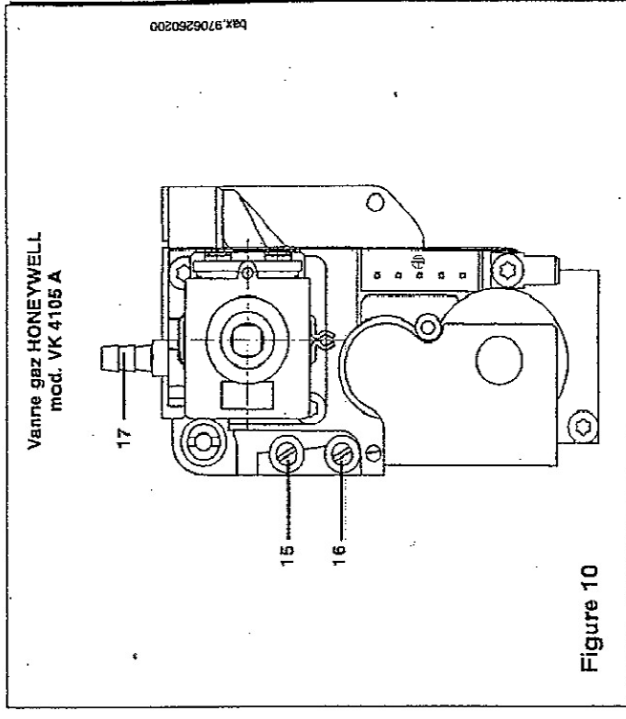
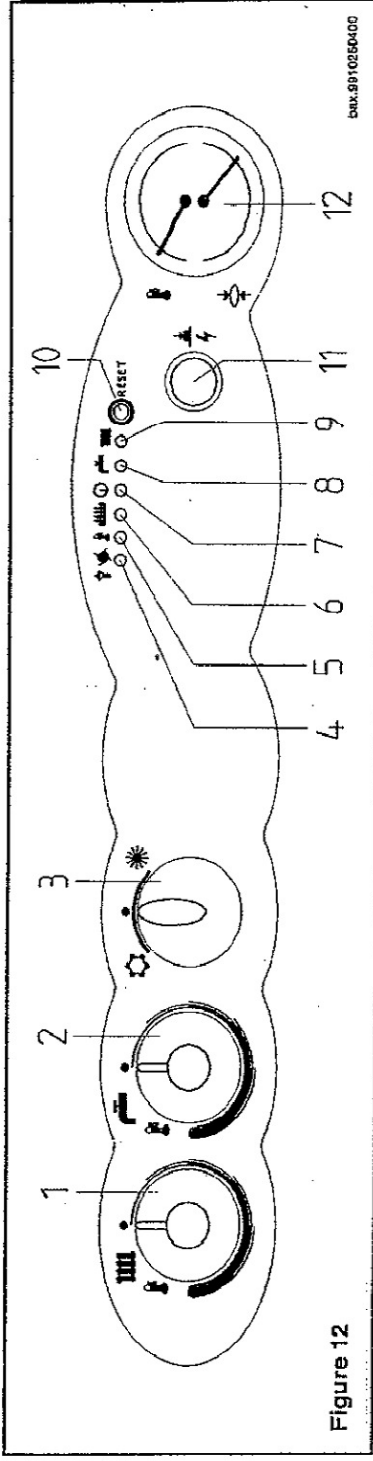

Figure 10
Figure 12
- * ouvrir le robinet gaz et tourner le commutateur (3) de la figure 12 afin de mettre la chaudière en position ETE (☼);
- * visser à fond sans forcer la vis noire (a) au tube (b) figure (11);
- * s'assurer que la pression dynamique d'alimentation de la chaudière, mesurée au niveau de la prise de pression (16) de la vanne gaz (figure 10 de la page 11) soit correcte.